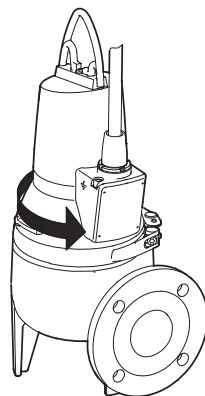

Рис. 9 Направление рывка
3. Если насос подключен правильно, рывок будет в сторону, противоположную направлению вращения. См. рис. 9.